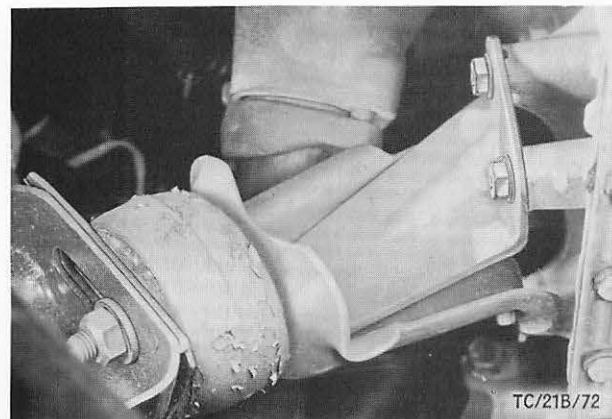

Abb. 20 Gummipuffer-Motorträger „B“-Motor befestigen
13. Gummipuffer-Motorträger am Achskörper mit vorgeschriebenem Drehmoment anziehen, Abb. 20.